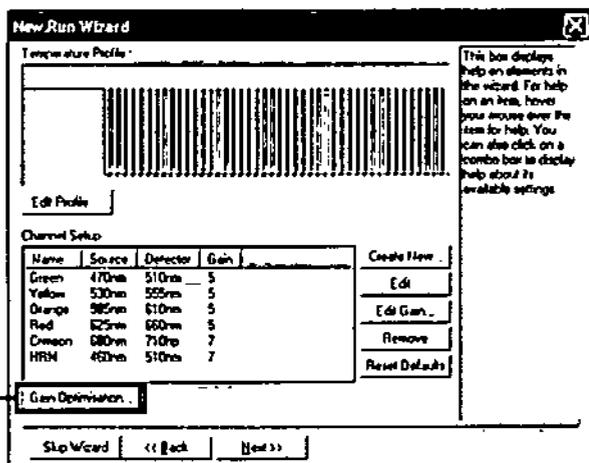

Ilustración 30. Optimización de la ganancia (1)
12. En el cuadro de diálogo siguiente, haga clic en el botón "Gain Optimisation" (Optimización de ganancia) (ilustración 30).